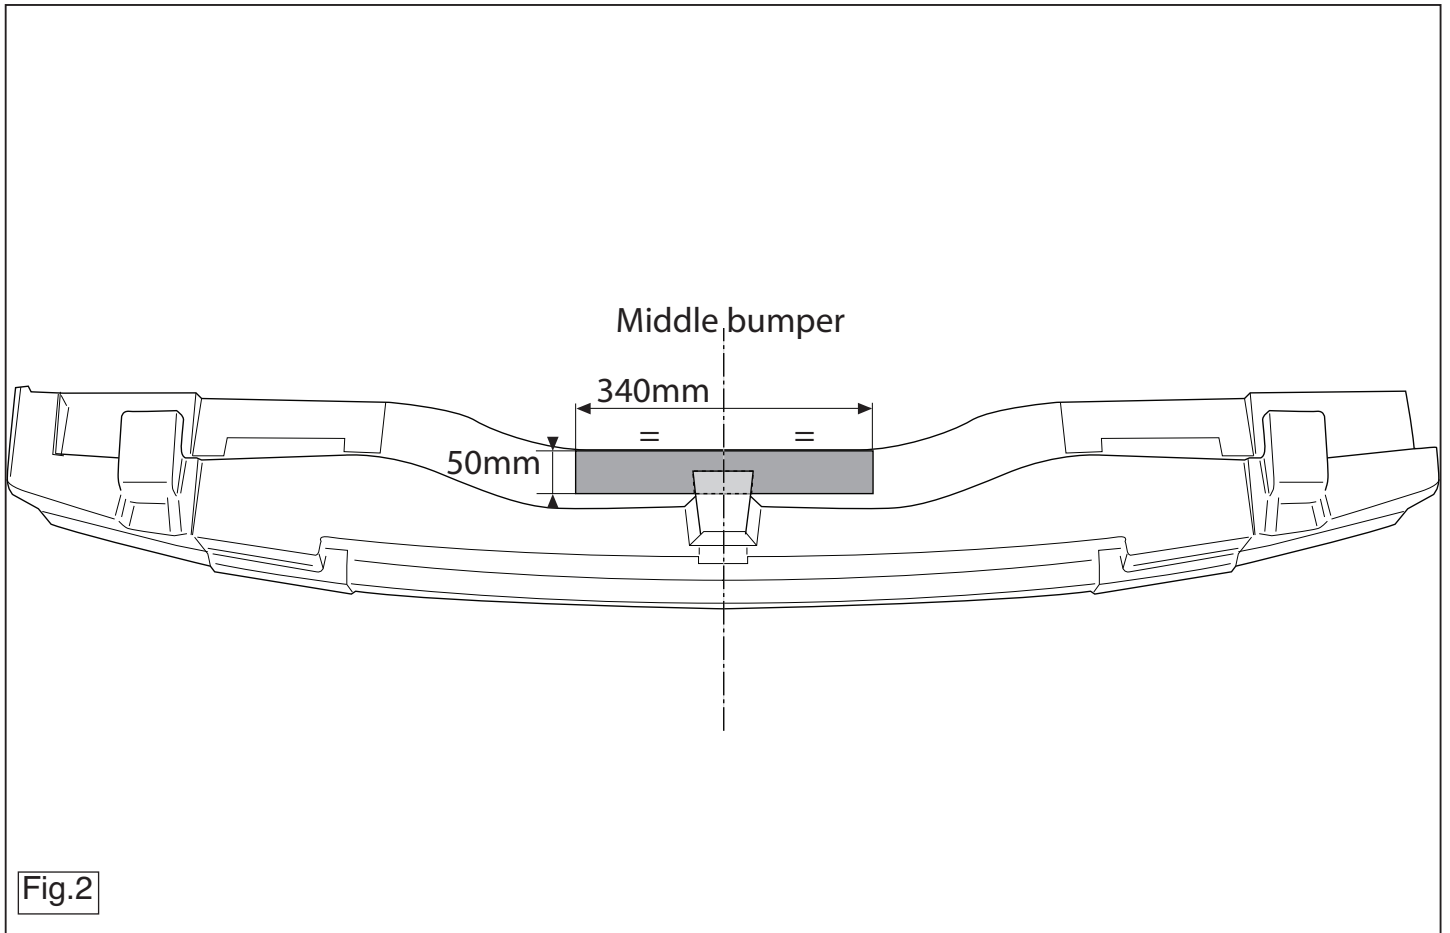

Fig.2
5. Выпилить обозначенную часть, как указано на рис. 2.
12. Просверлить отверстия В диаметром 11 мм насквозь. (См. рисунок 2).